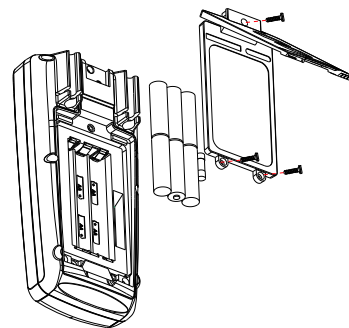

图8
2、电池/保险丝安装或更换 (见图8)
本产品的电源为碱性电池1.5V(5号)X6节, 请参考图8使用下列顺序安装或更换电池。
- ① 把旋转开关转到关机位置并从端子上把测试导线拆下。
- ② 用标准十字螺丝刀将电池盖上的三颗螺丝拆下, 拿掉电池盖, 取出电池, 按照极性安装新电池
- ③ 请使用同一型号的电池, 不要安装不适当的电池。
- ④ 将已损坏的保险丝按照图8方式取出, 然后换上同一规格的保险丝, 保险丝规格: 500mA/600V。
- ⑤ 安装新的电池后, 装上电池盖, 并锁紧三颗螺丝即可。